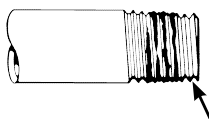

Figure 1. Application du composé à conduit
- Avant de procéder à l'installation, appliquez le composé à conduite sur tous les embouts filetés mâles comme l'indique la figure 1.